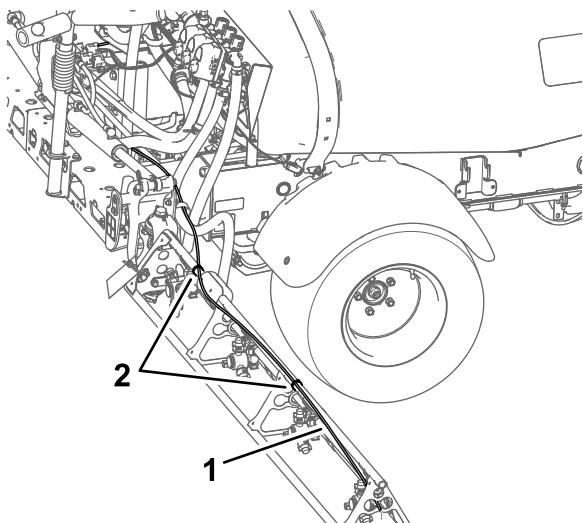

Figura 25
1. Retire las bridas que sujetan los tubos de líquido y aire del kit de marcador de espuma a la sección de fumigación exterior (Figura 25).